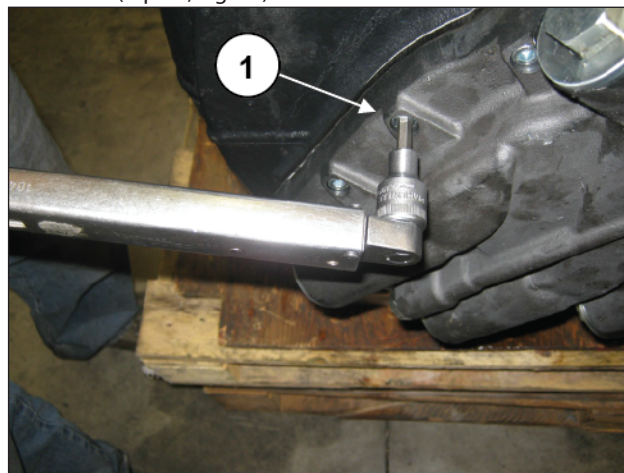
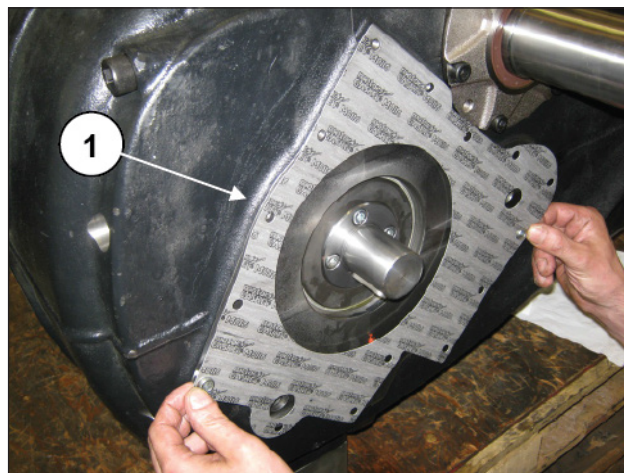

Fig. 21
Fig. 22
Démonter le corps de la pompe à huile en dévissant les vis (rep. ①, Fig. 21). Retirer le joint plat et le remplacer si nécessaire (rep. ①, Fig. 22).